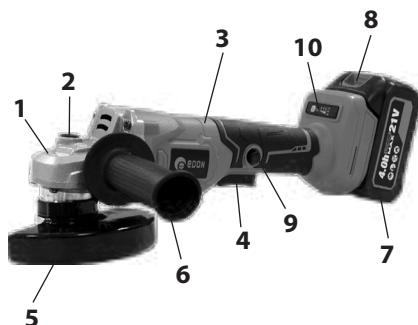

рис.1
1.6 Общий вид шлифмашины представлен на рис. 1